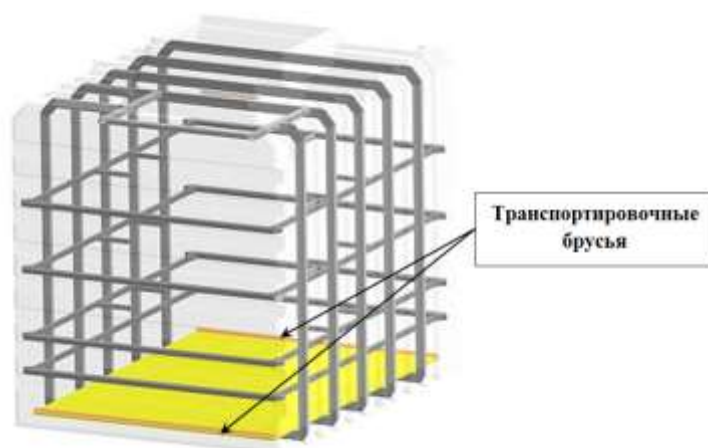

Рисунок 10 – Транспортировочные брусья на полу
2. Внутри погреба снять транспортировочные брусья с пола (Рис.10).